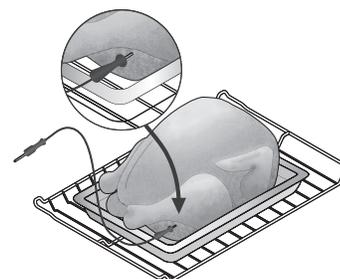

Figure 11 : Sonde insérée dans la partie la plus épaisse de la cuisse
- Pour une volaille ou une dinde, insérez la sonde dans la partie la plus épaisse de l'entrecuisse, juste sous la cuisse (voir Figure 11).